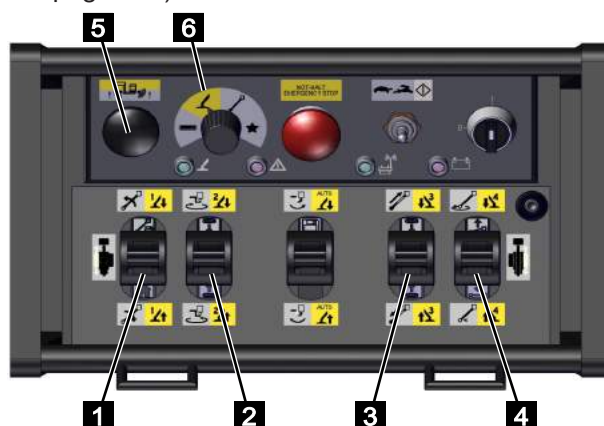

Fig. 135
4. Mettre le sélecteur de fonction sur [Fonction des appuis] (jaune) (Fig.135/6).
- Maintenir le bouton « collision » (Fig.135/5) enfoncé.
- Commander l'appui/les appuis souhaité(s) avec les leviers de commande (Fig.135/1, 2, 3 et 4) suivant le tableau ci-après.